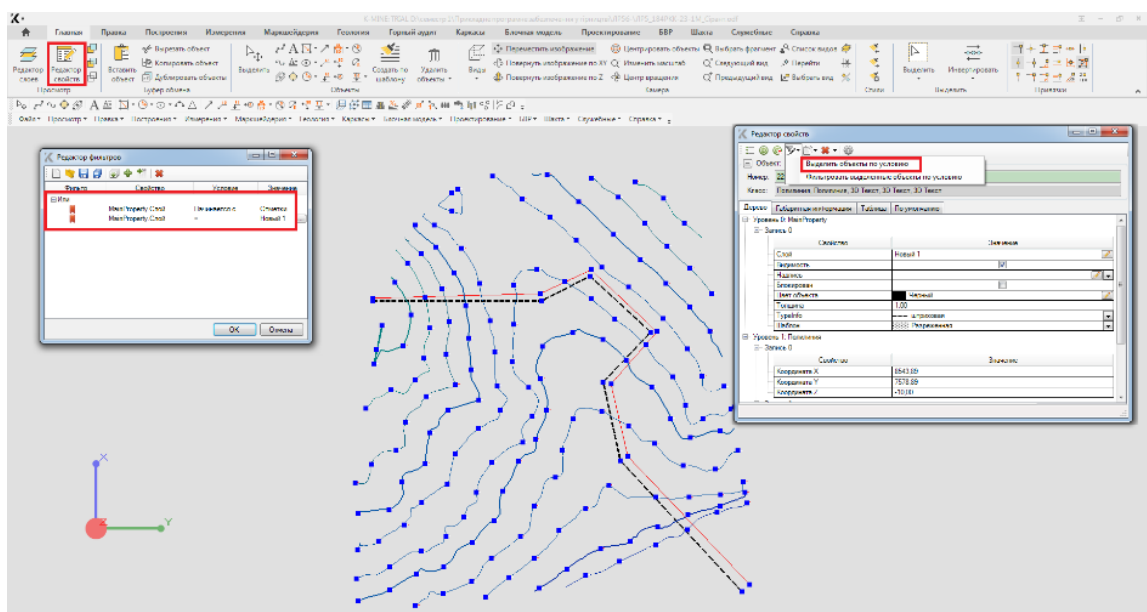

Рисунок 5.1 - Приклад виконання завдання 3
3. Використовуючи функції виділення по умові, видаліть висотні відмітки і побудовані брівки (рис.5.1).